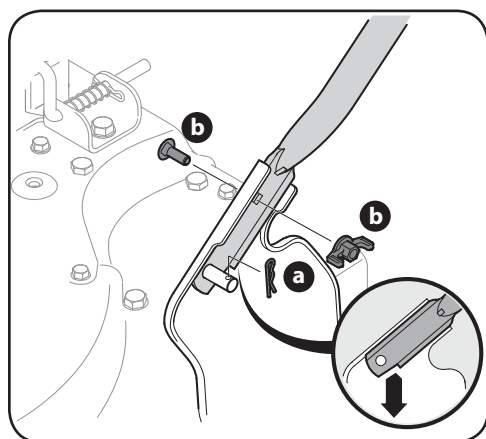

Figure 2-1
- Placez les trous inférieurs de la poignée sur les goupilles des supports de poignée (les extrémités de la poignée inférieure pointent vers le bas). Fixez la poignée avec des goupilles fendues. Voir Figure 2-1.
- Insérez les boulons de carrosserie dans les trous supérieurs de la poignée inférieure à partir de l'intérieur et fixez-les avec des écrous papillon. Voir Figure 2-1.